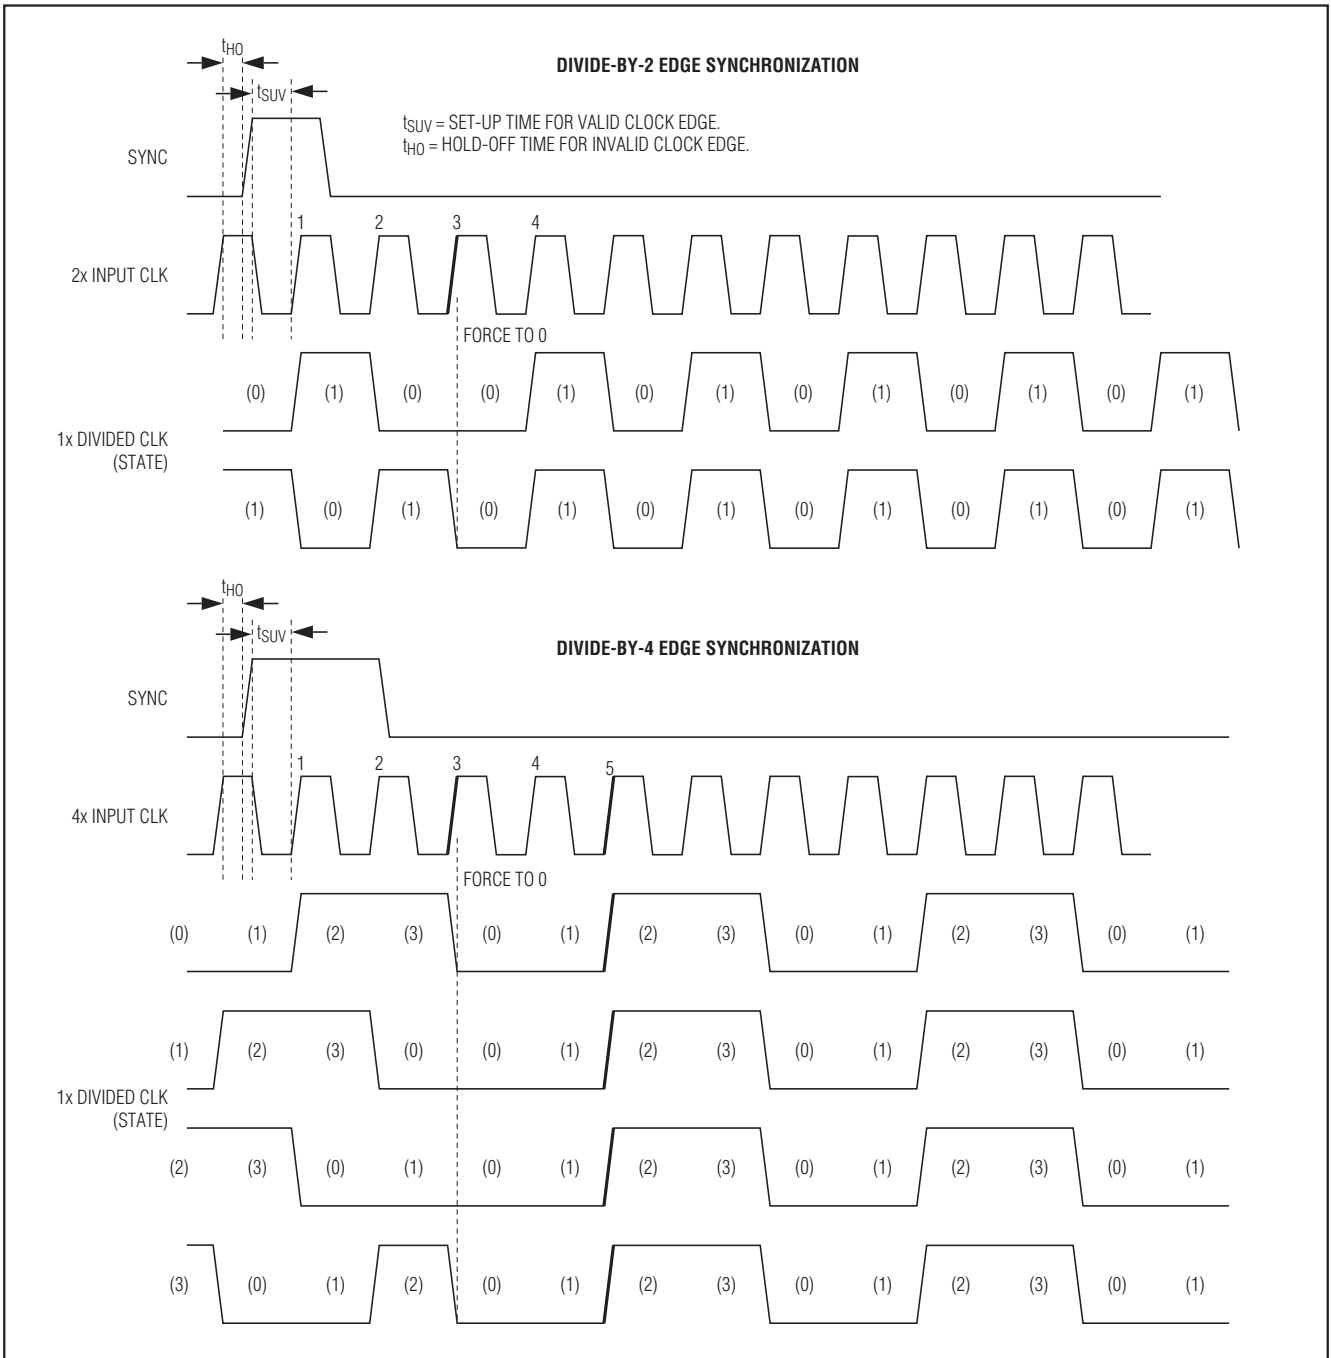

图12. 边沿同步模式
1 = 边沿模式(图12)
**边沿同步模式, SYNC\_MODE = 1:** 在SYNC上升沿(假设满足建立和保持时间)之后的第3个输入时钟(CLK)的上升沿, 分频器输出被强制为状态0。一个SYNC的有效上升沿后, 分频器时钟上升沿出现在CLK的第4个(/2模式)或第5个(/4模式)上升沿(图12)。